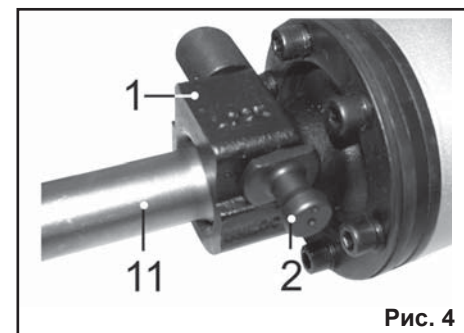

Рис. 4
8.1.4. Преодолевая усилие пружины, оттяните фиксатор муфты (2) на себя, и удерживая в этом положении, поверните на 180° и отпустите фиксатор (2), Рис.4.